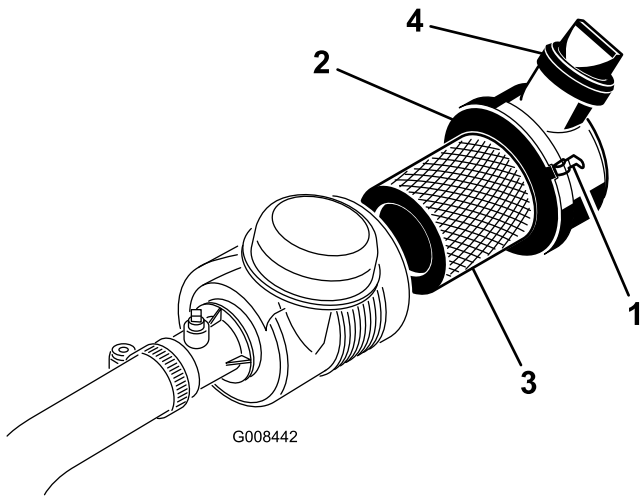

図 33
- エアクリーナのカバーをボディーに固定しているラッチを外す(図 33)。
- カバーとボディがラッチで確実に固定されていることを確認する 図 33。